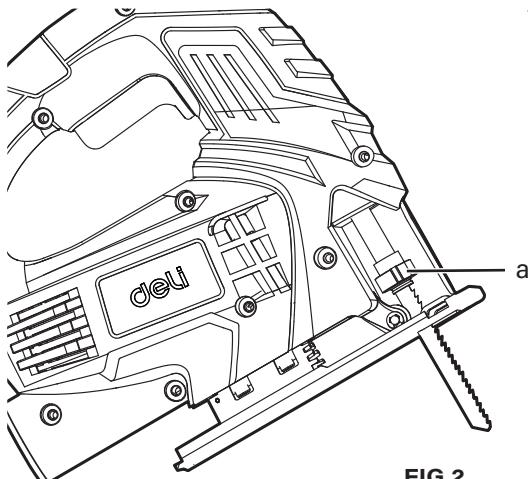

FIG.2
**Important :** Avant tout assemblage ou réglage, débranchez toujours l'outil. **Changement de lame (voir Fig. 2)**